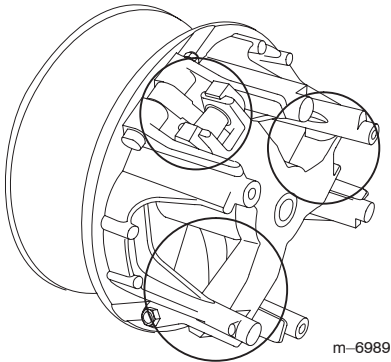

Figura 57
- Lubrique las piezas en movimiento en las zonas indicadas en la Figura 57 usando Spray Lubricante Seco de Toro, disponible a través de su Servicio Técnico Autorizado Toro.